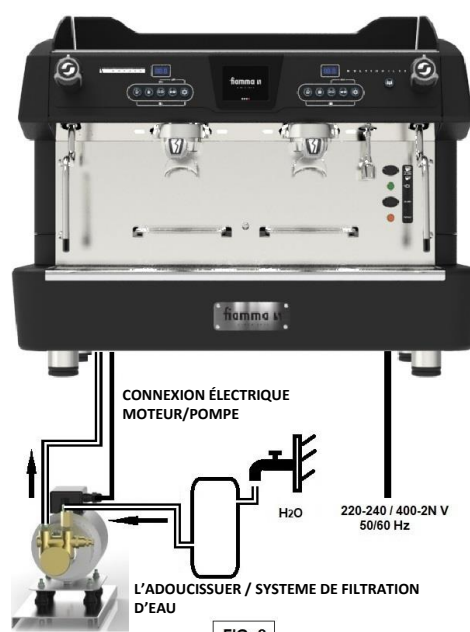

FIG. 2
2. Placer le moteur/pompe dans un endroit convenable et faire la connexion à la machine à travers du tuyau d'entrée l'eau qui est déjà assemblé sur la machine (voir FIG.2) ;